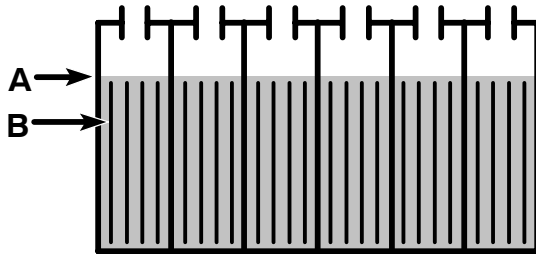

FIG. 22
El nivel de electrolitos (A) debe cubrir ligeramente las placas de la batería (B). Agregue agua destilada según se requiera. **NO LLENE EN EXCESO**, el líquido puede expandirse y derramarse al cargar. Vuelva a colocar las tapas de las celdas antes de cargar (Figure 22).